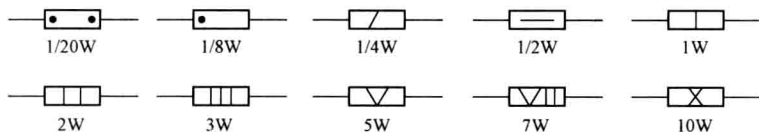

图 1-1-9 电阻器额定功率表示
(3) 额定功率。电阻器在交、直流电路中长期连续工作所允许消耗的最大功率,称为电阻器的额定功率。如表1-1-6所示,共分为19个等级。常用的有1/20、1/8、1/4、1/2、1、2、5、10、20W等。各种功率的电阻器如图1-1-9所示。